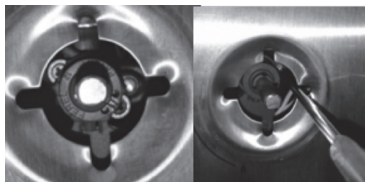

Fig. 12
- Con atornillador de paleta, regule mediante el by-pass que se encuentra en la zona lateral derecha de la válvula, hasta obtener una llama reducida estable. (Fig. 12)